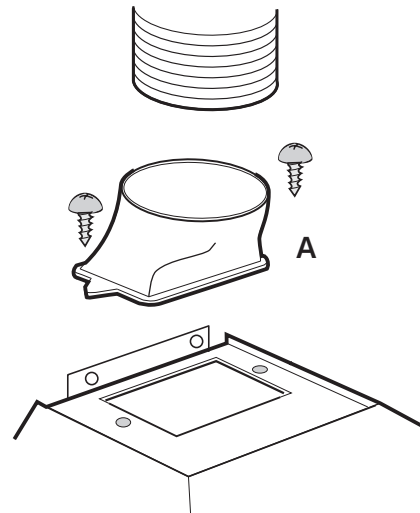

Fig. 1
- I fumi vengono espulsi all'esterno attraverso un tubo collegato alla flangia A. **Fig. 1.**